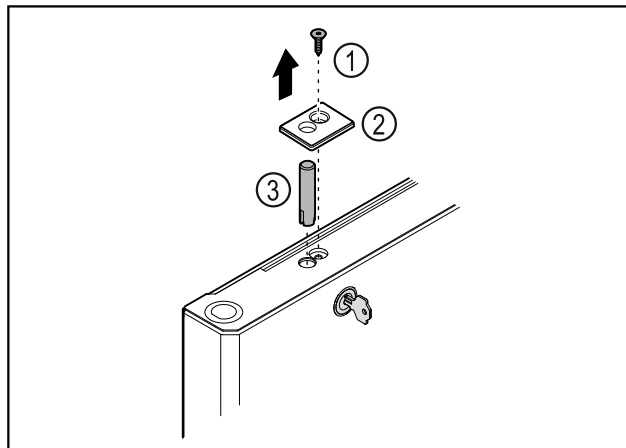

Fig. 38
- Fjern skruen Fig. 38 (1).
- Klik afdækningen Fig. 38 (2) ud med en lille skruetrækker, og tag den af.
- Træk låsebolten Fig. 38 (3) ud.